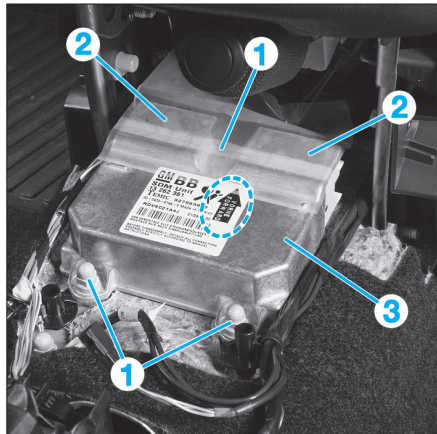

Fig. 11
- Déposer les vis (1) (Fig.11).